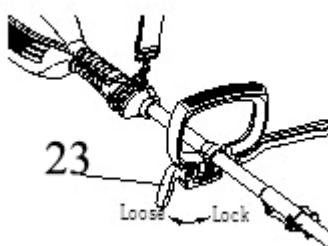

Рис. 5
- Ослабьте фиксатор дополнительной рукоятки (рис.5 поз.23) как показано на рисунке 5.
Затяните фиксатор дополнительной рукоятки (рис.5 поз.23) как показано на рисунке 5.
**ВНИМАНИЕ!** В процессе эксплуатации периодически проверяйте затяжку фиксатора дополнительной рукоятки (Рис.5 поз.23), при необходимости подтягивайте.